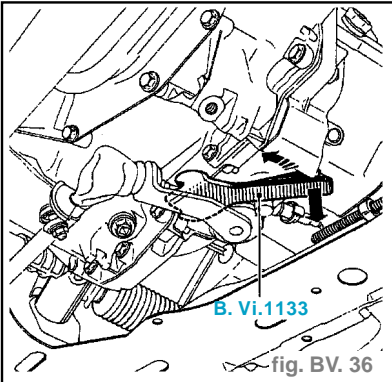

fig. BV. 36
- Mettre en place la cale **B. Vi. 1133** afin de rattraper les jeux. (fig. BV. 36)
- Simultanément, tirer l'extrémité de la cale vers le bas et la faire pivoter d'environ **45°** jusqu'en butée sur l'encoche du carter. (fig. BV. 36)